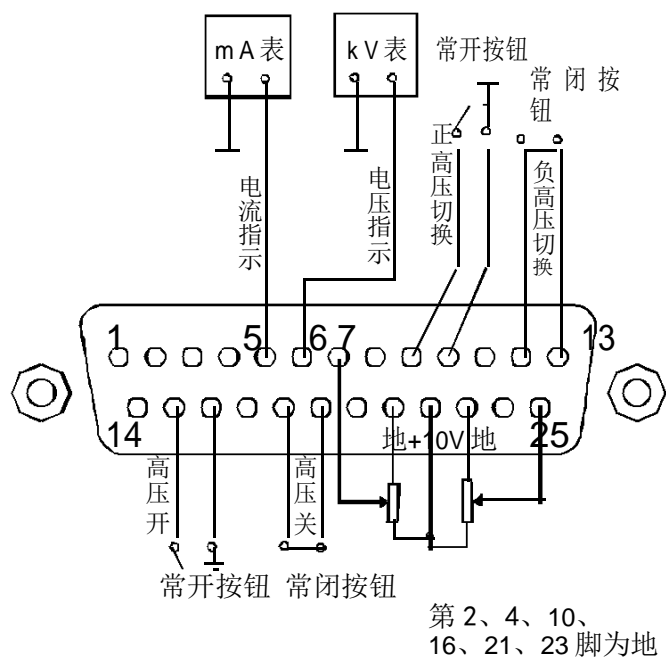

图 3.2 DB25 外部接线图
**远程监测:** 电源后面板上的 DB25 的 6 脚和 5 脚的相应输出端可分别作为电压和电流的测试点, 不管输出的极性是正或负, 此输出信号总为 0 到 10V 的正信号, 0 到 10V 代表 0 到 100% 的额定输出。此输出信号的输出, 使电源进入高压关闭状态。接线图可参考图 3.2。